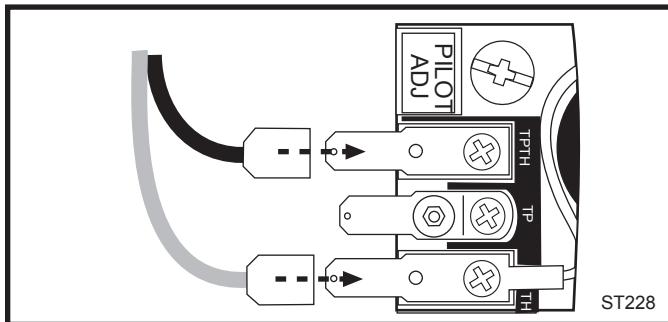

Fig. 51 Raccordez les fils zux bornes du distributeur.
3. Reliez les fils aux bornes du distributeur. (Fig. 51)